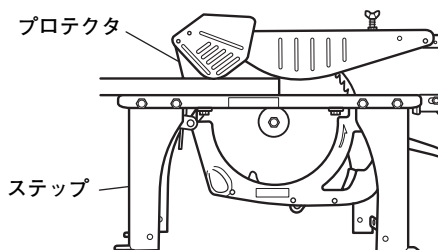

図 11
- 接触予防装置(保護カバー)の前にプロテクタ(図11)があります。のこ刃が回転しているときは、絶対に手などをプロテクタより中に入れてください。